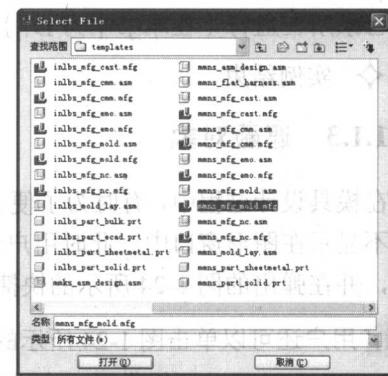

图 1-22 “Select File”对话框
(3) 设置配置文件
- ① 单击主菜单中的“工具”→“选项”命令，打开“选项”对话框。
- ② 在“选项”文本框中输入“template_mfgmold”，并按“Enter键”确认。然后单击[浏览...]按钮，打开“Select File”对话框。
- ③ 通过“查找范围”下拉列表框，改变目录到安装目录中的“templates”目录中（如“D:\Program Files\proeWildfire 3.0\templates”），并在“文件”列表中选中“mmns_mfg_mold.mfg”文件，如图 1-22 所示。